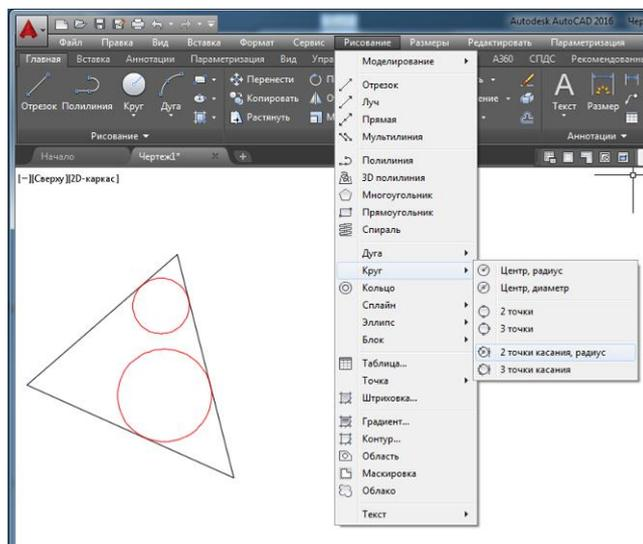

Рис.3
- 4.5. Построение окружности заданного радиуса, касательно двум прямым (рис.3).
Аналогично постройте согласно (рис.3) окружность радиусом 25. Следует отметить, что окружность можно построить касательно к любым объектам.